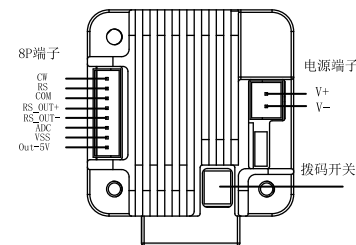
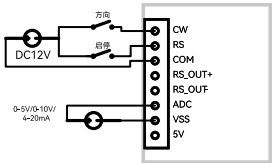

图2 尾部驱动单元展示图
图3 接线示意图
- 将随机附带的线缆按照下图2所示安装好，8P端子插在下图2标记“8P端子”上，2P端子插在下图标记“电源端子”上，具体接线参照图3，表3和表4进行接线。